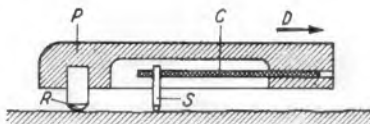

Bild 3. Prinzip des Tasters. R = Stahlstift, S = Saphirs Spitze, C = Kristallelement, P = Gehäuse, D = Bewegungsrichtung
2. Dem Taster mit piezoelektrischem Kristallsystem (siehe Bild 3).